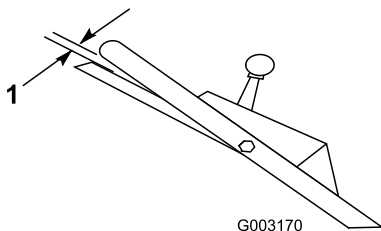

**Figura 25**
2. Gire el mando de control en el sentido de las agujas del reloj 1/2 vuelta si el cortacésped no avanza. Si el cortacésped avanza lentamente, gire el mando 1/2 vuelta en el sentido opuesto a las agujas del reloj para aflojar la correa (Figura 25).